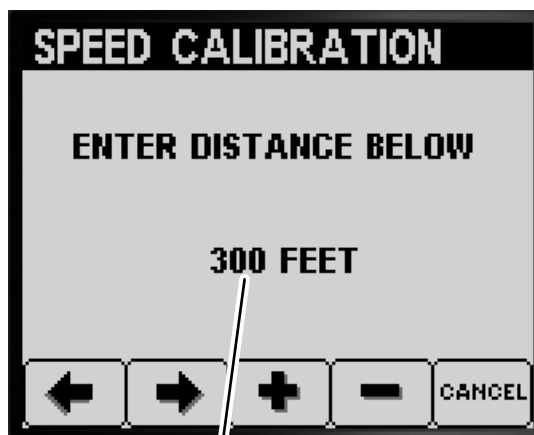

Figura 65
9. Utilice el botón 3 o el botón 4 para cambiar la distancia introducida en el InfoCenter y pulse el botón 2 (Figura 65).